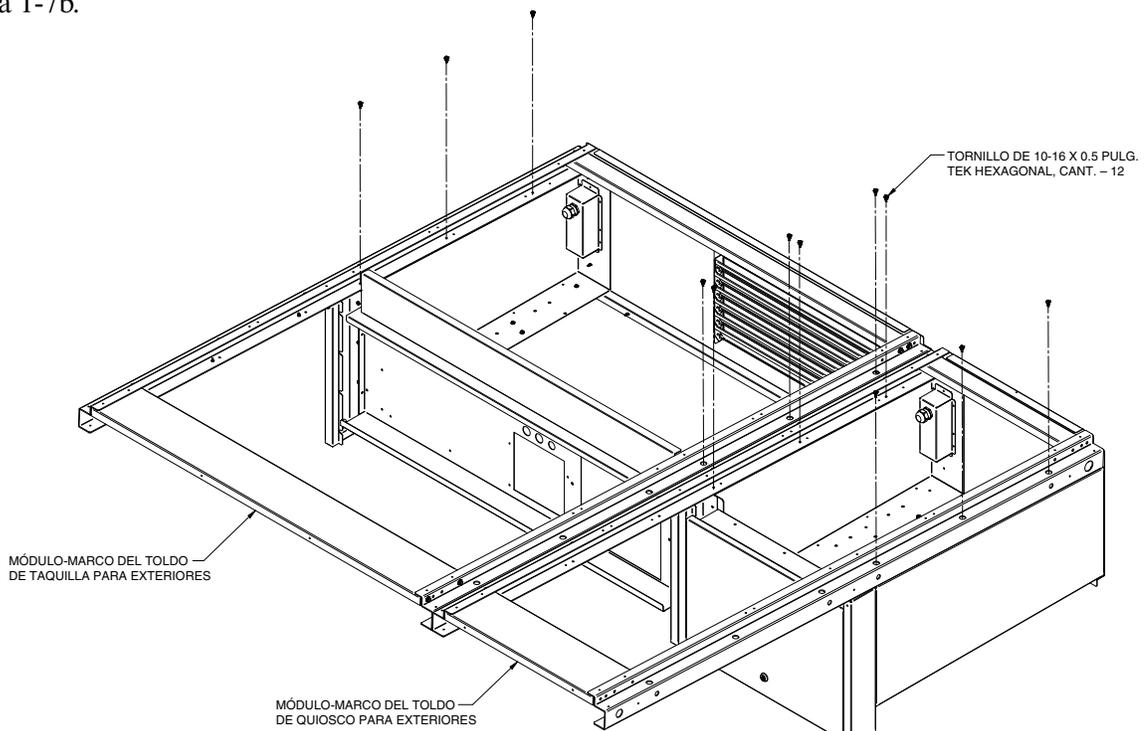

Figura 1-7b Vista superior de los marcos del toldo unidos al módulo refrigerado y el quiosco de control
2. Sujete el ensamblaje del marco del toldo a los módulos, como se muestra en la Figura 1-7b.